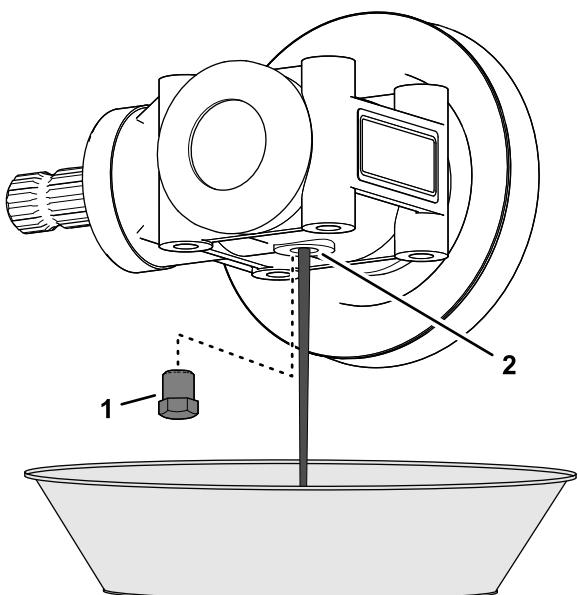

図 119
1. ギアボックスのケースについているプラグを外す図 119。
- ギアボックスの下にオイル回収容器を置き、古いオイルを容器に回収する図 119。